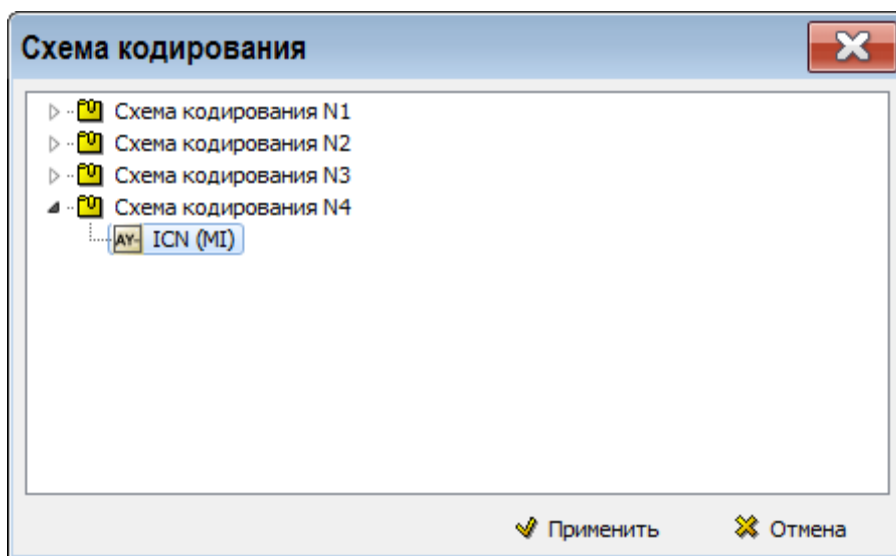

Рис. 3.91
4. Установите флаг у параметра **Использовать кодирование** и загрузите схему кодирования «ICN (MI)» (Рис. 3.91).